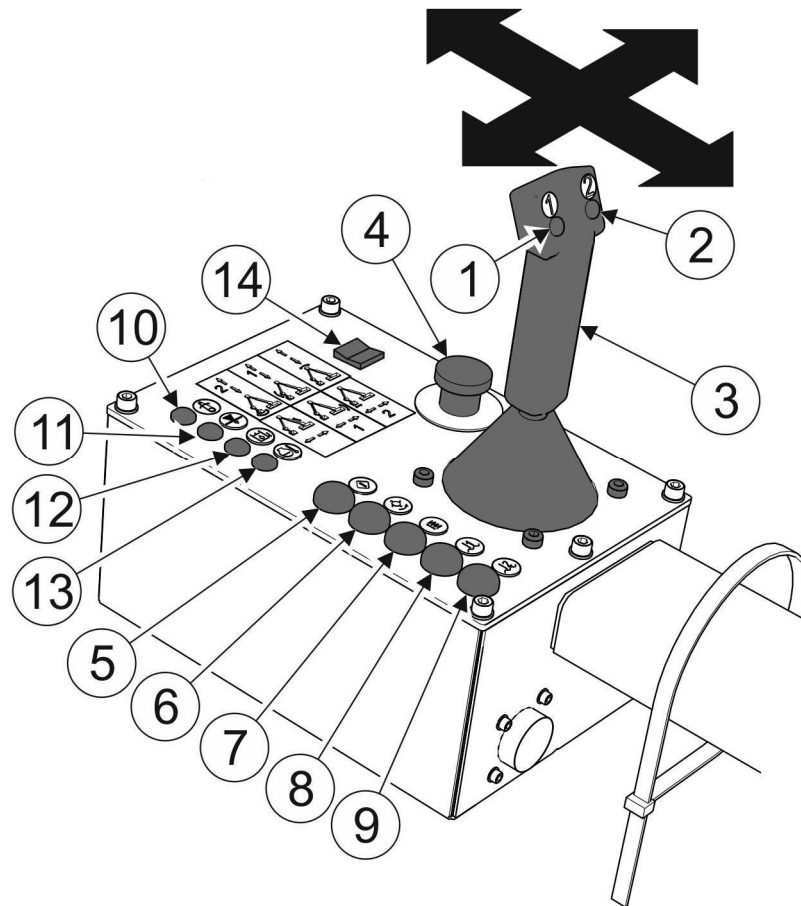

ABBILDUNG 4.5 Steuerpult des Multifunktionsauslegers.
Funktionen des Steuerhebels:(ABBILDUNG 4.5 / 4.6):
Nach der Umschaltung des Arbeitskopfes auf Arbeitsposition den Antrieb des Arbeitskopfes durch Drücken der Taste (9) am Steuerpult einschalten (ABBILDUNG 4.5). Das Einschalten des Antriebs des Arbeitskopfes erfolgt mit der Zeitverzögerung von ca. 2 Sekunden. Ist die Boden Anpassung auf dem Gelände erforderlich muss die Schwimmposition des Armes und des Arbeitskopfes mit Tasten (7) und (8) sowie die Dämpfung mit Taste (6) aktiviert werden.
täglichen Prüfung der Hydraulikanlage des Multifunktionsauslegers ist der Ölstand an der Glasrohranzeige (3) des Tanks zu prüfen. Der Schwimmer der Glasrohranzeige soll sich im oberen Bereich befinden. Die Ölstandanzeige ist mit der minimalen Ölstandanzeige ausgestattet. Leuchtet die Kontrollleuchte (11) (ABBILDUNG 4.5) am Steuerpult des Auslegers, ist das Öl im Tank nachzufüllen.
Das Saugfilter befindet sich zwischen dem Öltank und der Ölpumpe. Im Filterkörper ist der Filterverschmutzungssensor angebracht, der die Filterverschmutzung mittels Kontrollleuchte am Steuerpult des Auslegers innerhalb des Schleppers (13) (ABBILDUNG 4.5) signalisiert. Das Saugfilter muss immer gewechselt werden, wenn die Kontrollleuchte „Ölfilterverschmutzung“ leuchtet. Der erste Filterwechsel hat nach 100 Betriebsstunden zu erfolgen, unabhängig davon, ob der Sensor auf die Filterverschmutzung hinweist oder nicht. Um das Filter auszuwechseln, ist wie folgt vorzugehen: